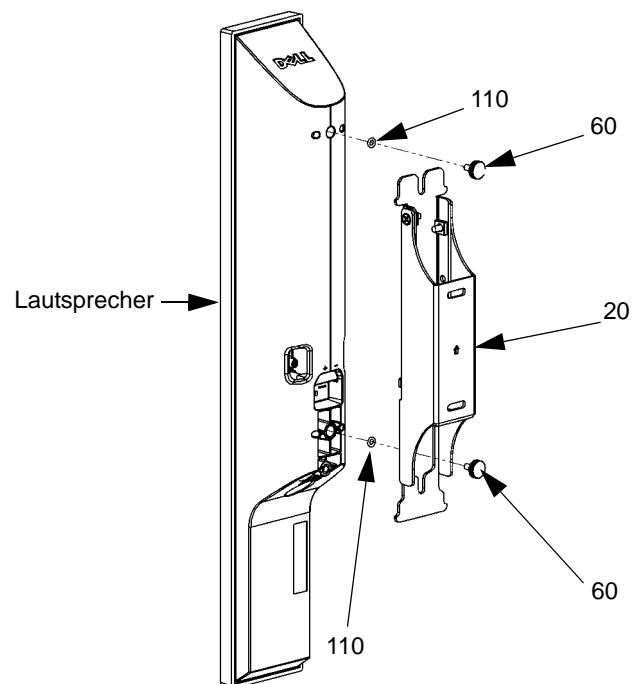

Abbildung 14. Lautsprecher mit zwei Rändelschrauben befestigen
1. Zwei Rändelschrauben (50) und zwei O-Ringe (110) in den Gewindelöchern des Lautsprechers anbringen. Die Rändelschrauben jetzt noch nicht festziehen. (Siehe Abbildung 14.)